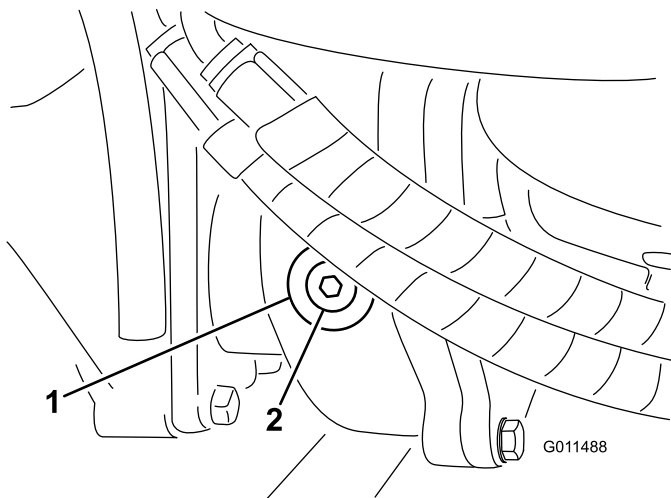

Figura 15
- Retire o tampão de verificação/enchimento que se encontra na zona esquerda da caixa de engrenagens (Figura 15) e certifique-se de que existe lubrificante até ao fundo do orifício. Se o nível estiver baixo, junte lubrificante suficiente para o nível subir até ao fundo do orifício.